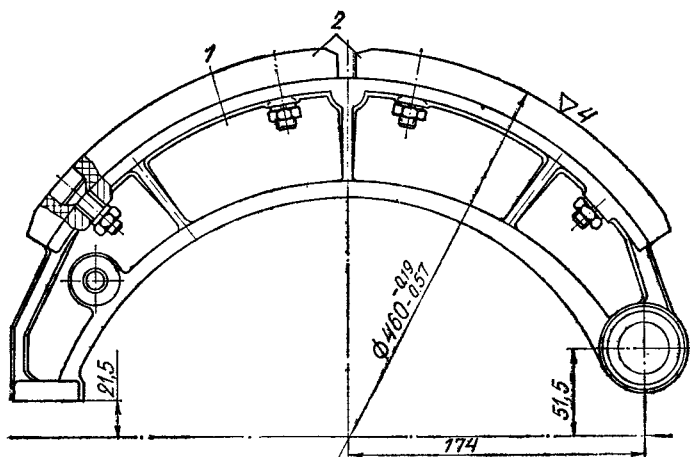

Рис. 106. Колодка тормоза:
2. Сменить тормозные накладки, если расстояние от их поверхности до головок винтов менее 0,5 мм. Устанавливая новые накладки в неизношенный барабан, следует обеспечить размер $\Phi 460_{-0,57}^{+0,19}$ (рис. 106). При установке накладок в расточенный барабан радиус колодок должен быть соответственно равен радиусу барабана.